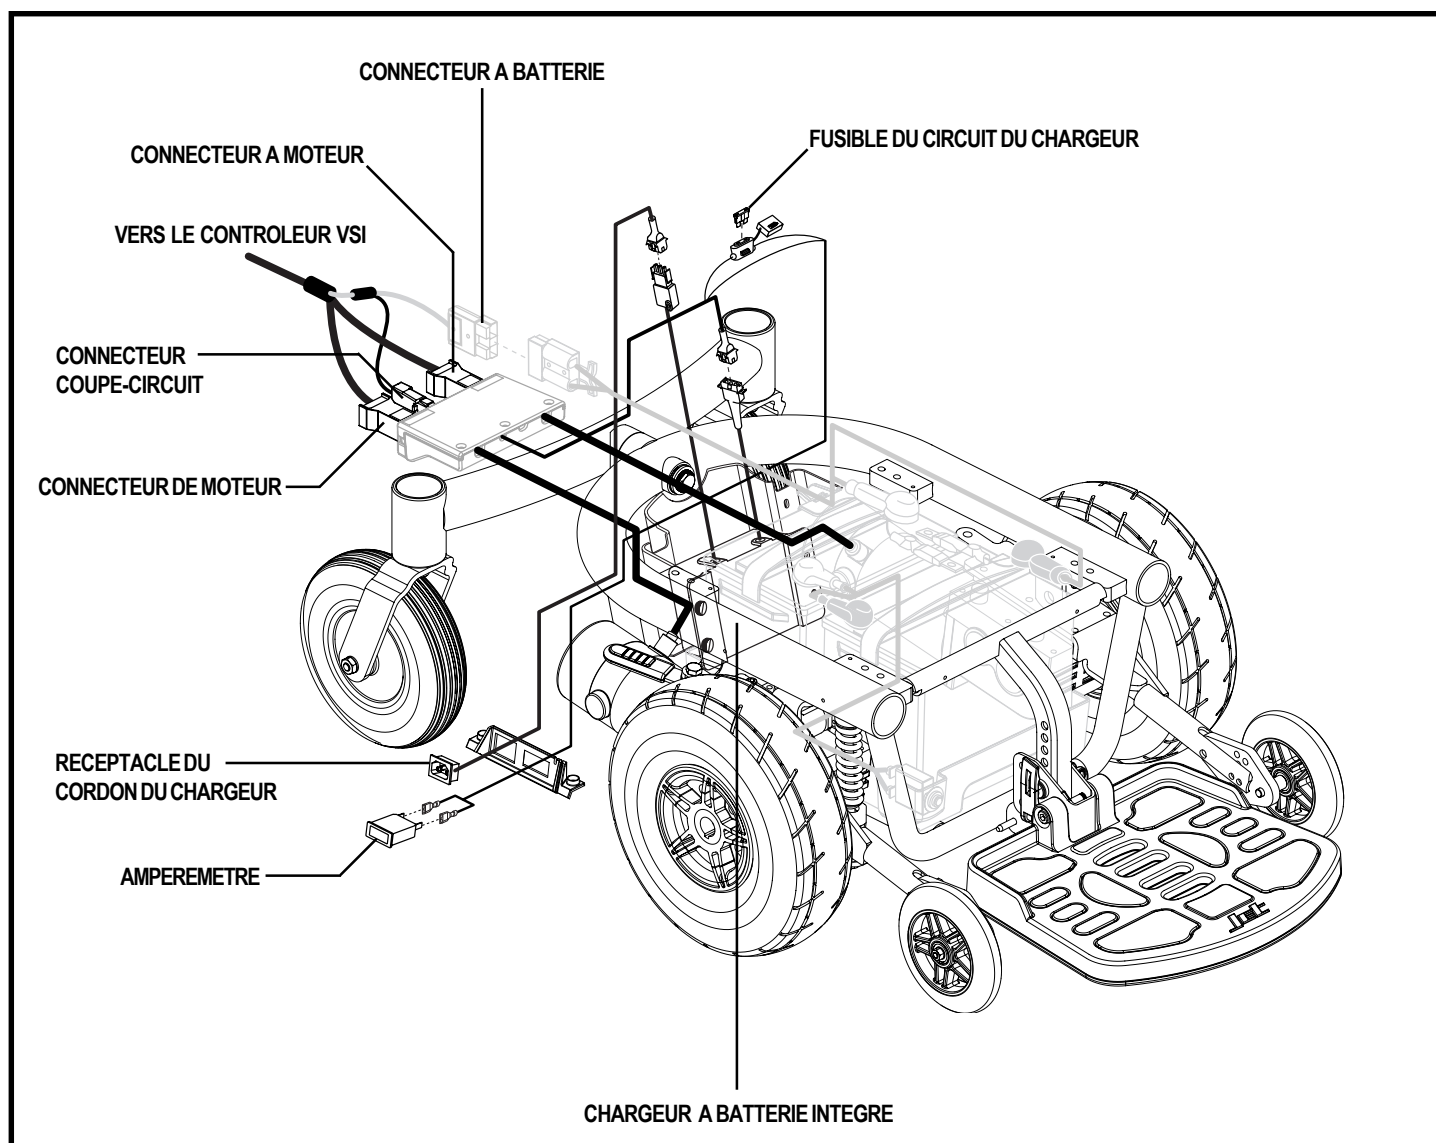

Figure 7. Composantes électriques du Jet 3 Ultra
Les composantes électriques sont situées sur la base motorisée. L'ampèremètre et le réceptacle du cordon d'alimentation se retrouvent sur le côté droit de la base. Le disjoncteur principal est situé sur le devant du boîtier à batteries. Le connecteur du contrôleur et les connecteurs des moteurs sont sur le module de puissance à l'intérieur de la base. Voir la figure 7.
8. Branchez les connecteurs des moteurs, le connecteur coupe-circuit du chargeur et les connecteurs à batteries sur le module de puissance. Voir la figure 7.
3. Débranchez le câble du contrôleur du module de puissance. Voir la figure 7.